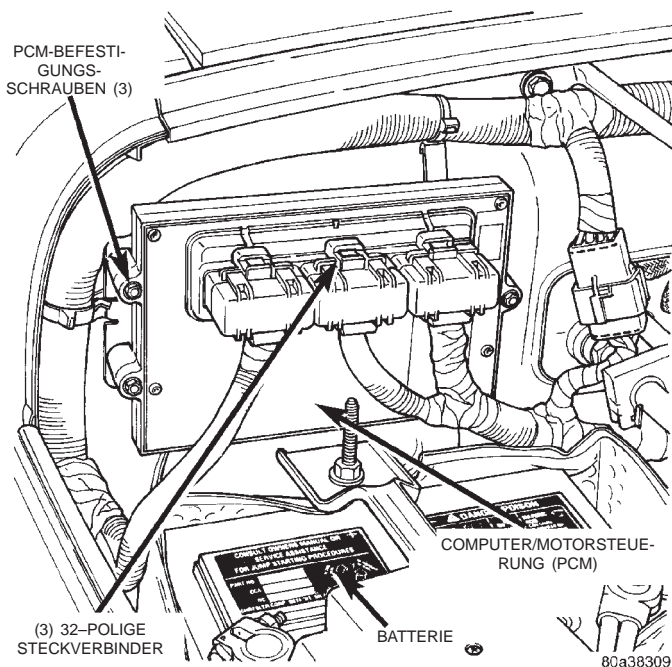

Abb. 47 Lage des PCM
Der PCM ist im Motorraum eingebaut (Abb. 47).
(1) Das Minuskabel von der Batterie abklemmen.
(2) Die Kunststoffabdeckung von den 32-poligen Steckverbindern abnehmen. Die Abdeckung ist an den Steckverbindern eingerastet.
(3) Vorsichtig die drei 32-poligen Steckverbinder (Abb. 47) vom PCM abziehen.
(4) Die drei PCM-Befestigungsschrauben herausdrehen und den PCM aus dem Fahrzeug herausnehmen.